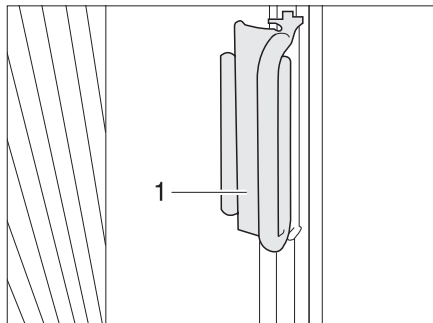

Bild 26 Lås för plisségardiner förar-/passagerarfönster
- Drag upp plisségardinerna för förar-/och passagerarfönstret, drag dem med handtaget (Bild 26,1) över kanten. Plisségardinen är säkrad.